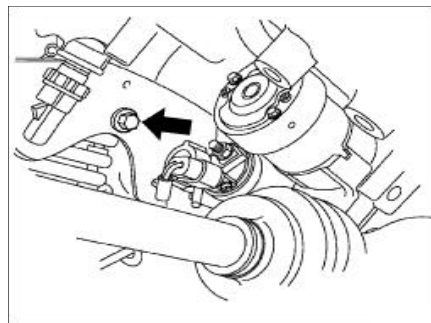
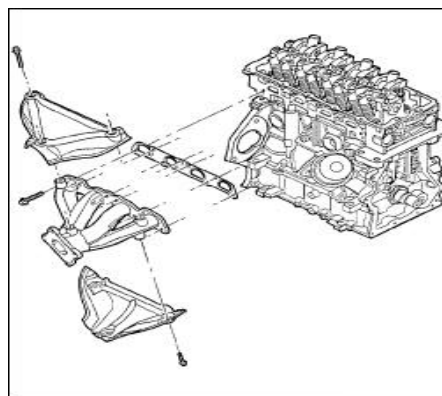

图. 110 加热板螺栓
图. 111 排气歧管,
- (1) 脱开蓄电池负极桩头。
- (2) 脱开点火线圈的高压线。
- (3) 拆卸点火线圈
- (4) 举升车辆。
- (5) 从排气歧管上脱开排气管。
- (6) 拆卸加热护板螺栓(图. 110)。
- (7) 降下车辆。
- (8) 拆卸排气歧管上加热器板螺栓。
- (9) 拆卸排气歧管螺栓和取出排气管。
- (1) 清洁气缸垫表面。
- (2) 安装排气歧管垫片和安装螺栓(图. 111)。
- (3) 紧固排气歧管螺栓, 力矩为23 N·m。
- (4) 安装排气歧管加热板, 力矩为28 N·m。
- (5) 举升车辆。
- (6) 安装起动加热隔板螺栓(图. 110)。
(7) 安装排气管到排气歧管, 力矩为 $28 \text{ N} \cdot \text{m}$ 。
(8) 降下车辆。
(9) 安装点火线圈和火花塞
(10) 连接点火线圈和适配器插头。
(11) 连接蓄电池负极。